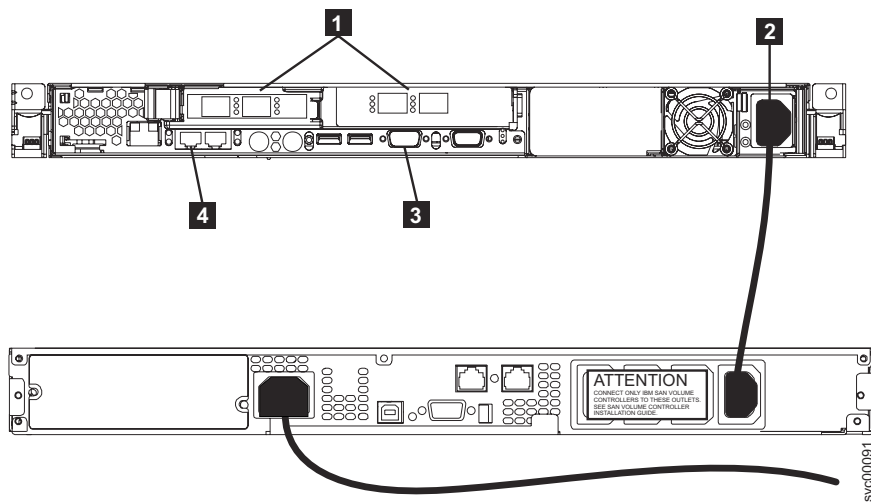

Figura 1. Cavo di alimentazione e socket di segnale per SAN Volume Controller 2145-8F2 e 2145 UPS-1U
2. Controllare che il cavo di alimentazione **2** sia inserito nella presa del segmento di caricamento di 2145 UPS-1U. Accertarsi, inoltre, che l'altra estremità del cavo di alimentazione di 2145 UPS-1U sia collegata da 2145 UPS-1U al punto di distribuzione del rack. La Figura 1 mostra i connettori per SAN Volume Controller 2145-8F2 e 2145 UPS-1U.